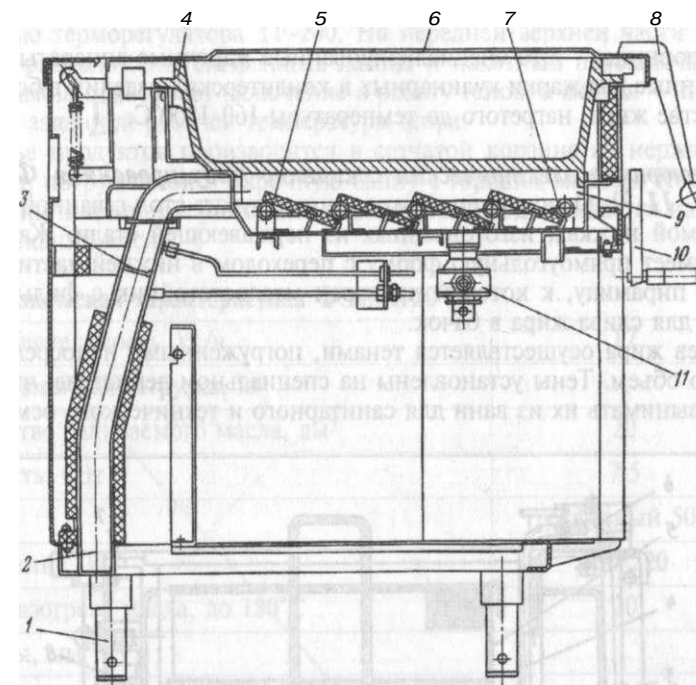

Рис. 11-6. Сковорода газовая секционная модулированная СГСМ-0,5:
**Сковорода газовая секционная модулированная СГСМ-0,5** (рис. 11-6) состоит из рабочей чаши прямоугольной формы, имеет теплоизоляцию и облицована стальными листами, покрытыми белой эмалью. Обогрев рабочей чаши — непосредственно за счет расположенной